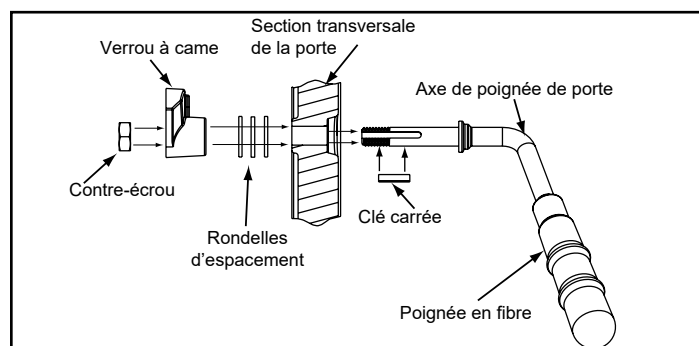

Figure 23.4
3. Placez une deuxième ou plusieurs rondelles comme il est indiqué à la Figure 23.4.
7. Installez la poignée en la tournant en sens antihoraire jusqu'à la position souhaitée sur la tige de la poignée de porte (Figure 23.4).